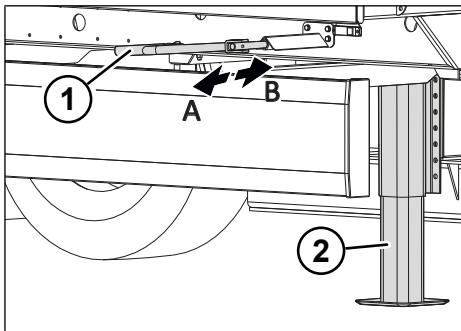

Fig. 5-2: Vitesse de charge et vitesse rapide des béquilles
- ▶ Enclencher la vitesse rapide en tirant la manivelle (voir "Fig. 5-2: Vitesse de charge et vitesse rapide des béquilles", p. 25).
- ▶ Enclencher la vitesse de charge en poussant la manivelle (voir "Fig. 5-2: Vitesse de charge et vitesse rapide des béquilles", p. 25).
- ▶ Régler la vitesse de charge en poussant la manivelle (voir "Fig. 5-2: Vitesse de charge et vitesse rapide des béquilles", p. 25).
- ▶ Régler la vitesse rapide en tirant la manivelle (voir "Fig. 5-2: Vitesse de charge et vitesse rapide des béquilles", p. 25).